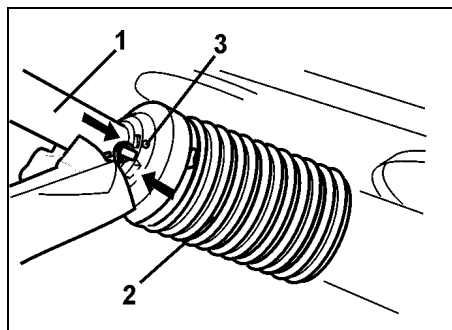

Fig. 16
- Skjut på skyddsröret (Fig. 16/1) aufschieben.
- Vrid skyddskåpan (Fig. 16/2 till monterings-position.
- Skruva in låsskruven (Fig. 16/3) eindrehen.